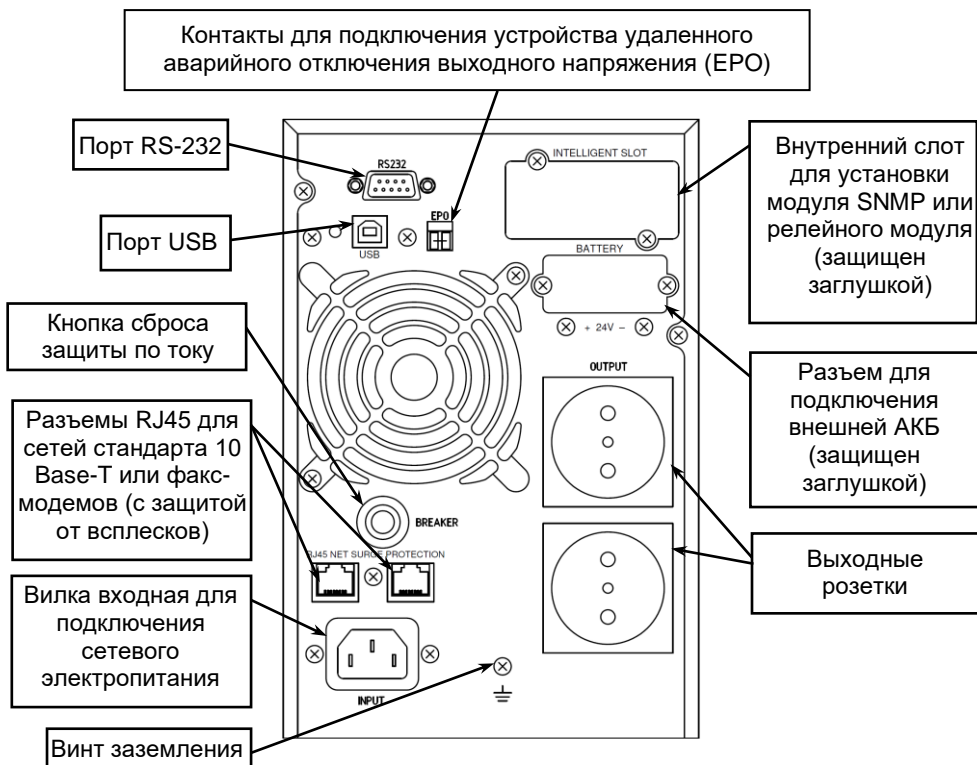

Рисунок 2 — Общий вид задней панели изделия
**На задней панели изделия** расположены: входной и выходные разъемы, разъем для подключения внешней аккумуляторной батареи, кнопка сброса срабатывания защиты по току (срабатывание защиты происходит при превышении уровня входного тока выше допустимого), вентилятор охлаждения и разъемы коммутационных портов (см. рисунок 2).